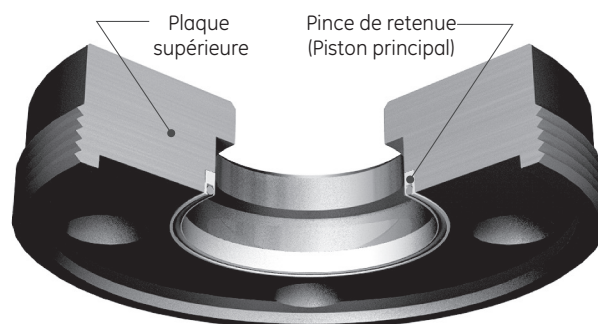

Figure 60 : Plaque supérieure (39PV07)
- a. Lubrifiez la pince de retenue (piston principal) et le presse-étoupe de la plaque supérieure. Installez la pince de retenue (piston principal) dans la plaque supérieure. Le ressort doit être orienté comme indiqué dans la figure 60.